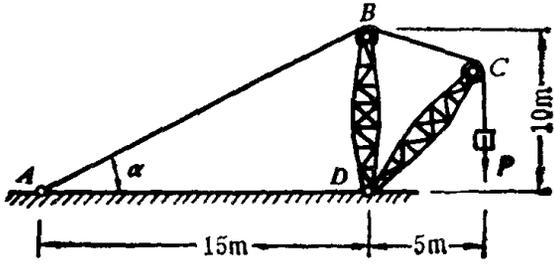

图 1.16
1.16 起重机如图1.16示，钢丝绳AB的横截面积为 $A = 500\text{mm}^2$ ，材料许用应力 $[\sigma] = 40\text{MPa}$ ，试根据钢丝绳的强度求起重机允许起吊的最大重量 $[P]$ 。